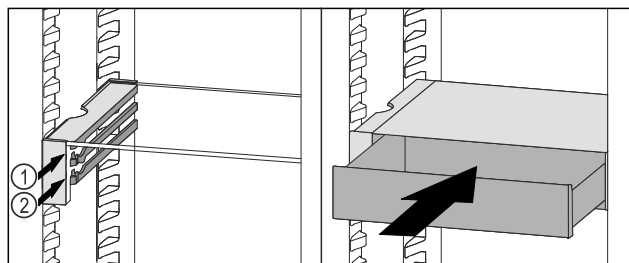

Fig. 114
- 将 VarioSafe 抽屉放置在所需肋梁 Fig. 114 (1) 或 Fig. 114 (2) 上的止动器后面。